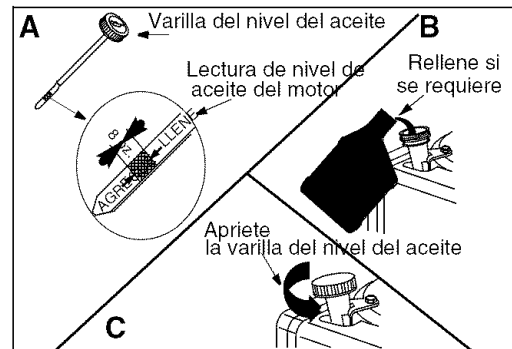

Figura 10
1. Con el motor ubicado en suelo parejo, el aceite debe estar en la marca FULL (lleno) de la varilla del nivel de aceite. Vea la Figura 10 .